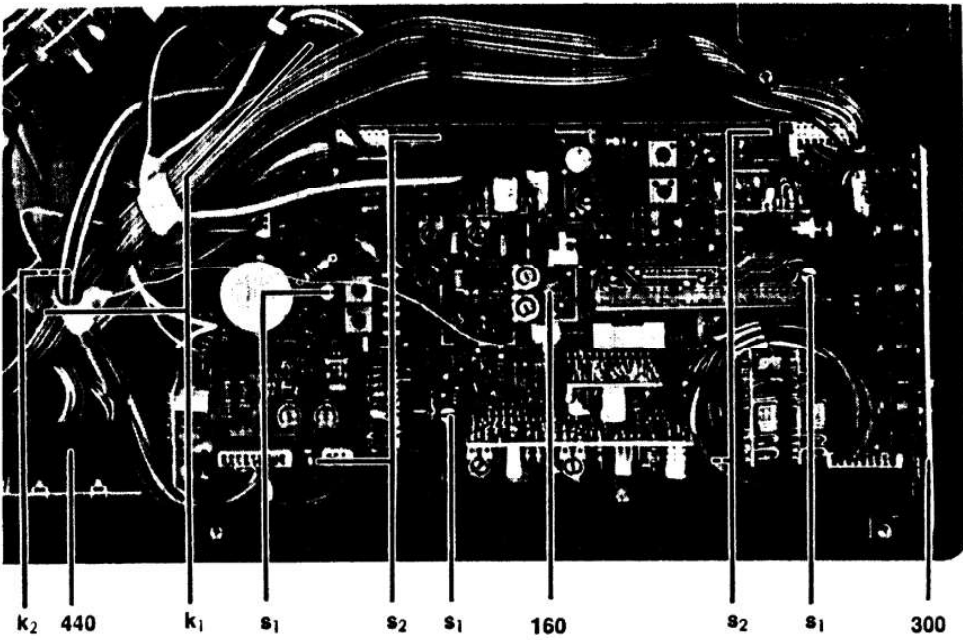

Abb. 10 Chassisplatte
**21. Chassisplatte 160 und Buchsenbaustein 300 [Abb. 10]**
**25. Riemen [Abb. 10]**